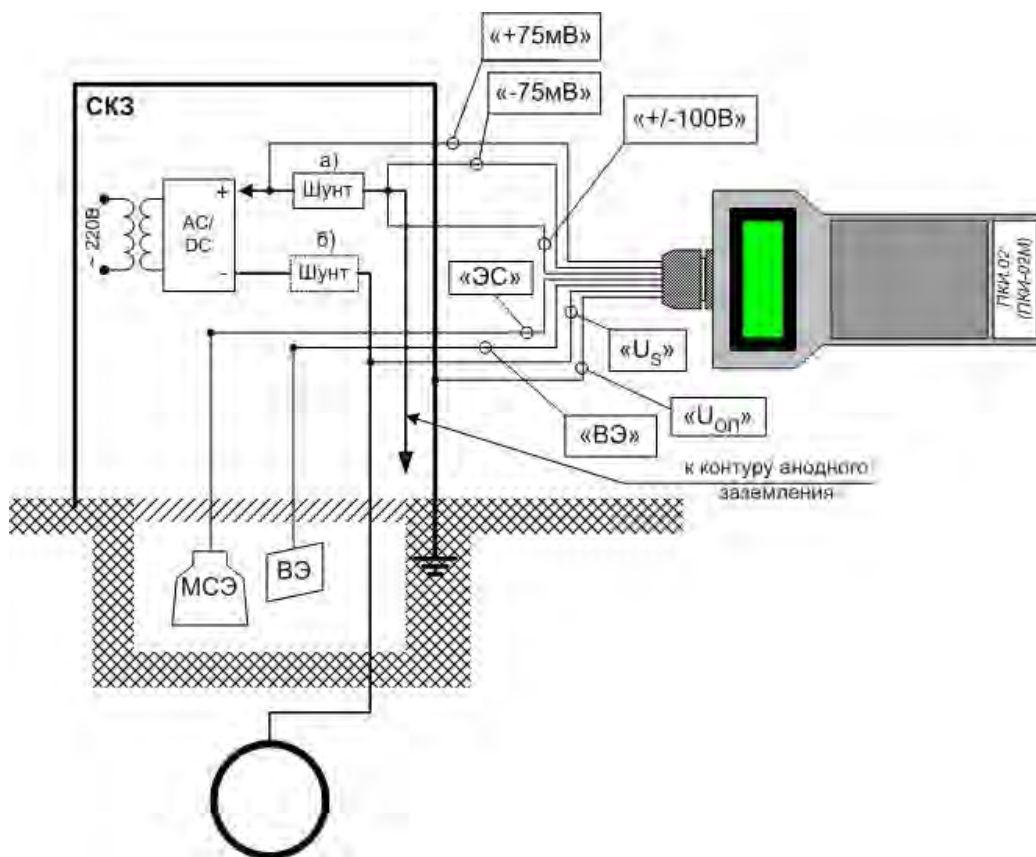

Рис.9. Схема подключения ПКМ-02М к СКЗ и вспомогательным электродам
7.4. При необходимости проведения одновременных измерений по всем 4-м каналам, подключите зажимы соединительного кабеля КС1-1 к точкам измерения параметров установки защиты (СКЗ) и вспомогательным электродам (**ВЭ**, **МСЭ**) в соответствии с Рис.9. Подключение зажимов кабеля КС1-1 производить, начиная с зажима «ЭС». Измерение по каналу «± 100В» может производиться и относительно одного общего с каналом «Us» электрода («ЭС»).